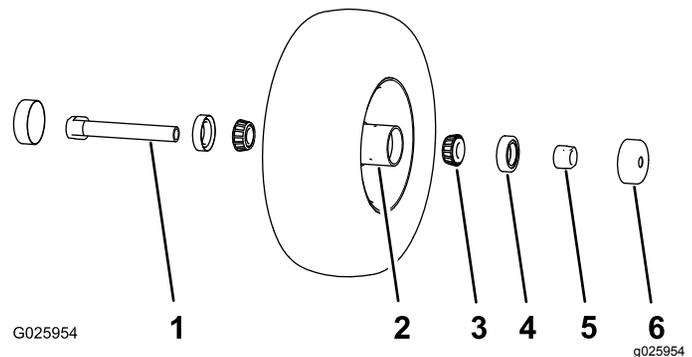

Figure 28
1. Déposez les 2 protège-joints du moyeu de roue (Figure 28).
2. Déposez 1 des écrous d'écartement de l'arbre de la roue pivotante (Figure 28).
Remarque: Notez que du frein-filet a été appliqué pour bloquer les écrous d'écartement sur l'arbre de roue (Figure 28).
3. Déposez l'arbre de la roue (en laissant l'autre écrou d'écartement en place) (Figure 28).
4. Faites levier pour extraire les deux joints de roulement (Figure 28).
5. Déposez les deux roulements et vérifiez s'ils sont usés ou endommagés (Figure 28).
1. Posez 1 roulement dans le moyeu de chaque roue (Figure 28).
2. Posez le joint de roulement dans le moyeu sur le roulement (Figure 28).
- C. Vissez l'écrou de l'arbre, les méplats tournés vers l'extérieur, au bout de l'arbre qui est enduit de frein-filet (Figure 28).
4. Insérez l'ensemble écrou et arbre de roue dans la roue, du côté roulement et joint neuf (Figure 28).
6. Insérez l'autre roulement, assorti d'un joint neuf, dans la roue (Figure 28).
9. Reposez les protège-joints sur le moyeu de roue (Figure 28).